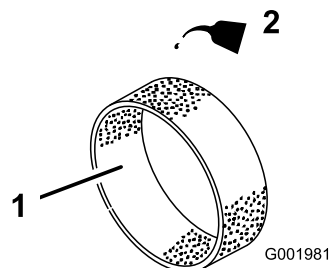

Figure 40
4. Imbibez l'élément de 30 à 60 ml d'huile (Figure 40).